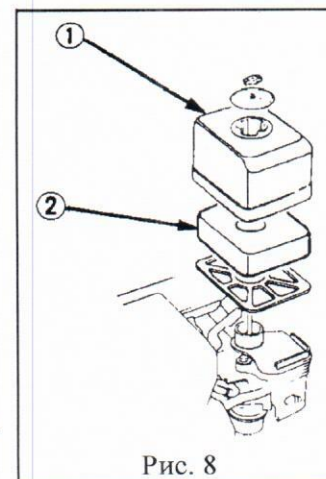

Рис. 8
- Отверните барашковую гайку, снимите корпус фильтра 1 (рис. 8) и отделите фильтрующий элемент 2 (рис. 8).